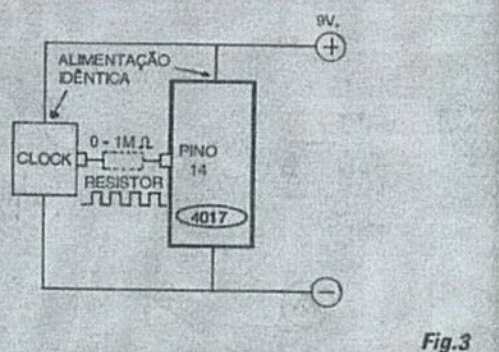

Fig.3
- FIG. 3 - COMPATIBILIDADES E PARÂMETROS... - Lembrar que em todos os exemplos de *clock* aqui mostrados, a Tensão de alimentação (parametrada,